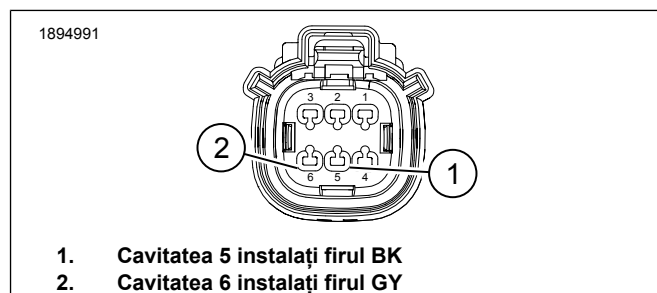

Figura 8. Conector 6 căi desagă dreapta [289B]
9. A se vedea figura 8. Dirijați ramificația rămasă a cablajului extern de la desaga din stânga de-a lungul cablajului de amplificator al desăgii din dreapta și fixați cu curele de cablu.
- b. Introduceți borna de sârmă BK în cavitatea 5 (1).
- c. Introduceți borna de sârmă GY în cavitatea 6 (2).